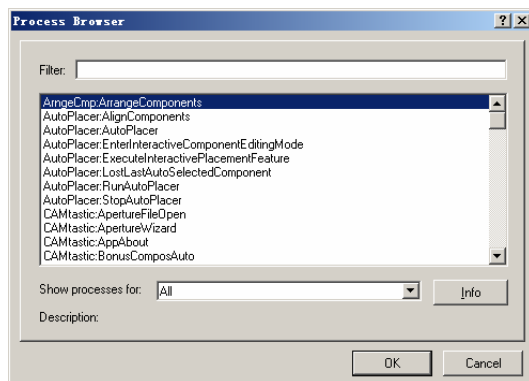

图 1.42 “Process Browser”对话框
(3) 单击“Edit Command”对话框的“Action”选项区域内的“Process”编辑框右侧的“Browse”按钮，打开如图 1.42 所示的“Process Browser”对话框。